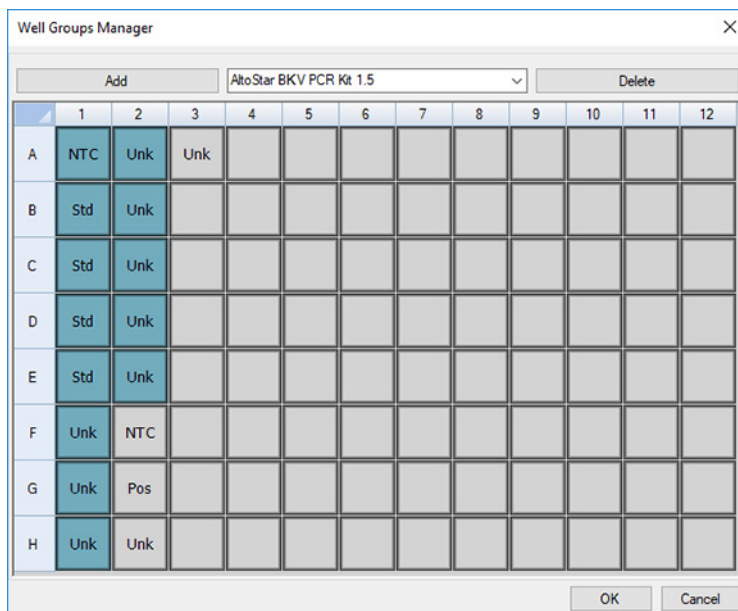

Figura 2: Caixa de diálogo Well Groups Manager (Gestor de Grupos de Poços)
2. Na caixa de diálogo Plate Editor (Editor de Placas), clique em **Well Groups...** (Grupos de Poços...) na barra de ferramentas. É apresentada a caixa de diálogo Well Groups Manager (Gestor de Grupos de Poços) (consulte a figura 2).
- Selecione todos os poços na área da PCR plate (placa PCR) que pertencem ao primeiro ensaio (consulte a figura 2). Os poços que pertencem a um ensaio individual podem ser identificados na caixa de diálogo Plate Editor (Editor de Placas) através da entrada no campo **Biological Set** (Conjunto Biológico).